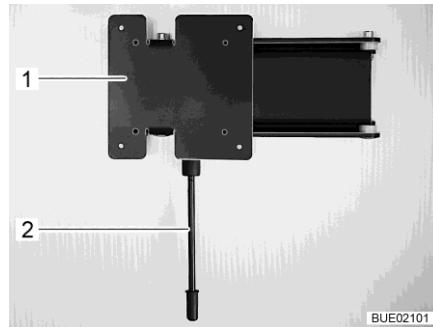

Bild 90 Wandhalterung
- Den Entriegelungshebel (Bild 90,1) nach unten ziehen und die Halterung (Bild 90,2) mit dem Flachbildschirm in die gewünschte Position drehen.